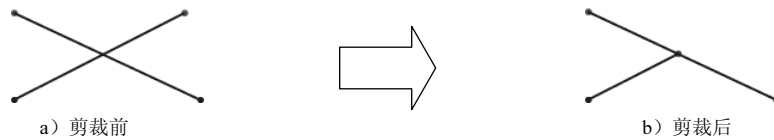

图 2.7.16 “剪裁到最近端”方式
- 使用  (剪裁到最近端) 方式可以剪裁或延伸所选草图实体, 如图 2.7.16 所示。